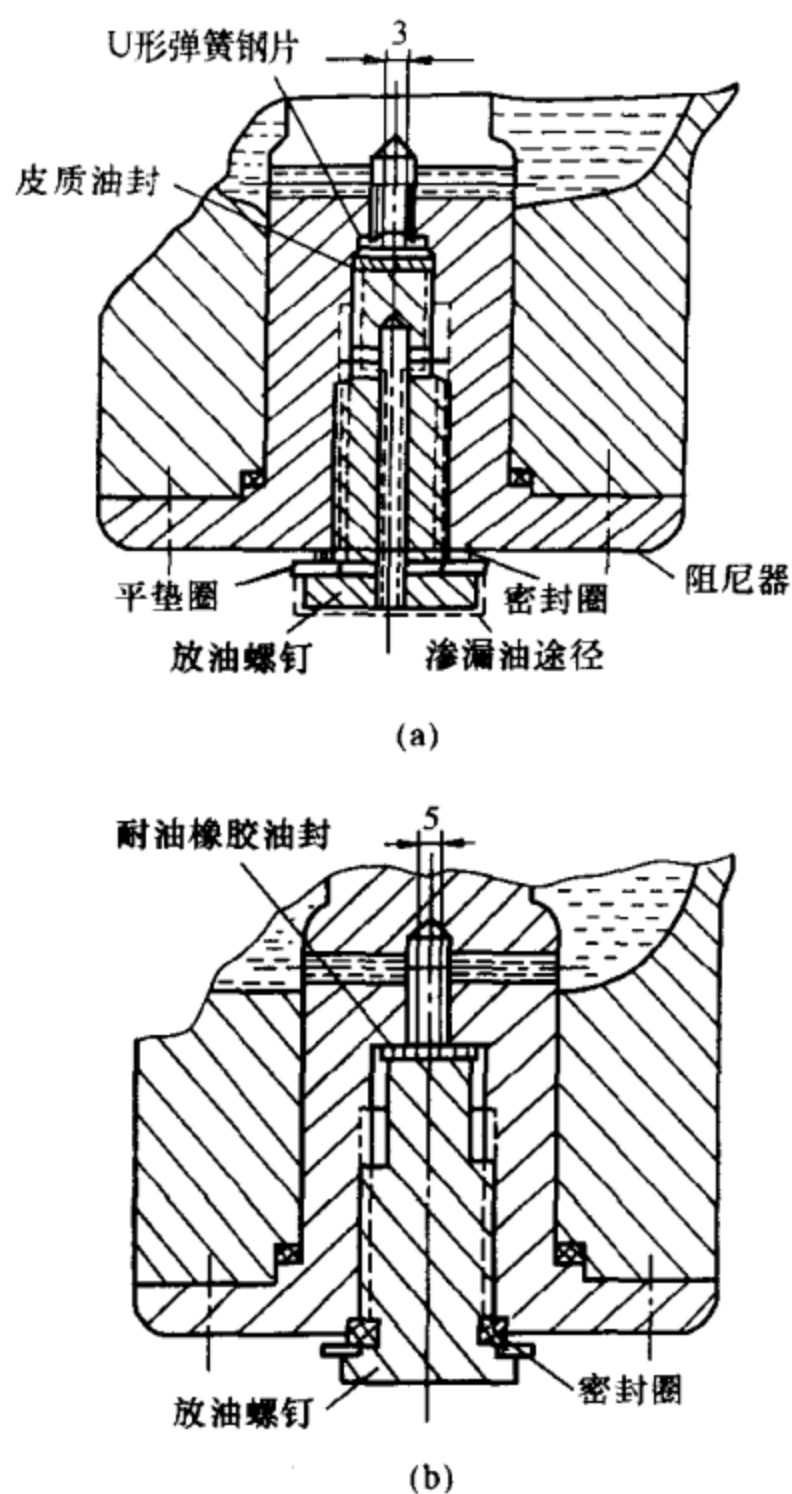

图 1-54 放油螺钉剖面图
(1) 放油部位。放油螺钉常有渗油现象存在，如图 1-54 (a) 剖面图所示。经摸索与分析，认为受下列原因影响：①原装放油螺钉是带有油道的空芯螺钉，封住油道的油是靠螺钉上端一片约 1mm 厚的皮质油封。皮质油封由一片很薄的 U 形钢片锁扣住。经检修证实，这片 U 形钢片很容易损坏；②放油螺钉原来的密封圈，均是采用红钢板纸、铅板、聚四氟乙烯等材料加工的，因绝缘油黏度小、渗透力强，无法杜绝渗油现象。对此，采取了如下措施，如图 1-54 (b) 所示：①将阻尼器的放油螺孔，原孔无托位改为有托位，如将 SN10-10 II 型少油断路器原放油孔直径由 16mm 扩大至 22mm、深 2mm，加工成一托位（也有的放油孔直径是 12mm 的，可扩大至 18mm、深 2mm）；②淘汰有油道空芯的放油螺钉，改成实芯并带有挡油槽的放油螺钉，挡油槽切削宽度为 4mm，深度要求低于螺纹；③采用 4mm 厚的耐油橡胶板自制油封，紧嵌在挡油槽内，